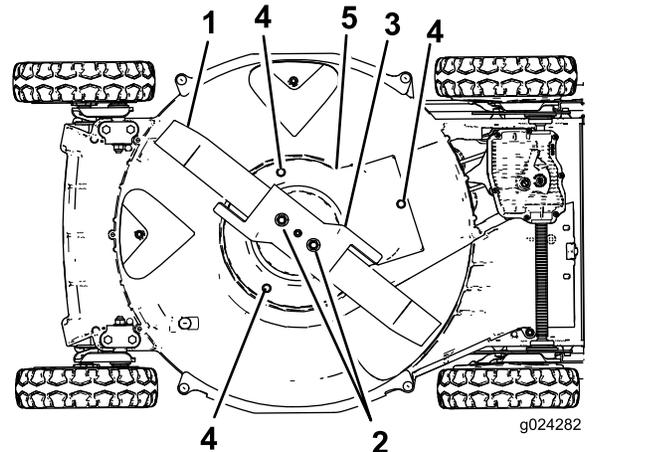

Figure 35
6. Enlevez les 2 écrous de lame, l'accélérateur et la lame (Figure 35).
7. Retirez les vis qui fixent la protection du débrayage du frein de lame au carter du tablier de coupe (Figure 35).